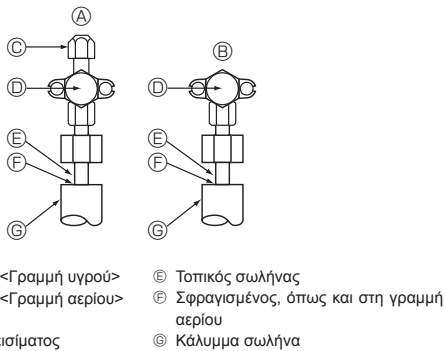

Fig. 4-4
4.4. Μέθοδος ελέγχου αεροστεγανότητας του σωληνώσεων ψυκτικού (Fig. 4-4)